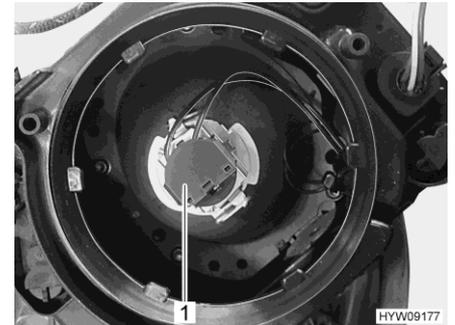

Fig. 162 Bombilla (luz de cruce / luz larga)
- Girar el portalámparas (Fig. 162,1) junto con la lámpara en sentido contrario a las agujas del reloj y sacarlo de la caja de la luz.
- Insertar el portalámparas (Fig. 162,1) junto con la bombilla en la caja de la luz y apretarlo en sentido de las agujas del reloj. El portalámparas engatillará audiblemente.